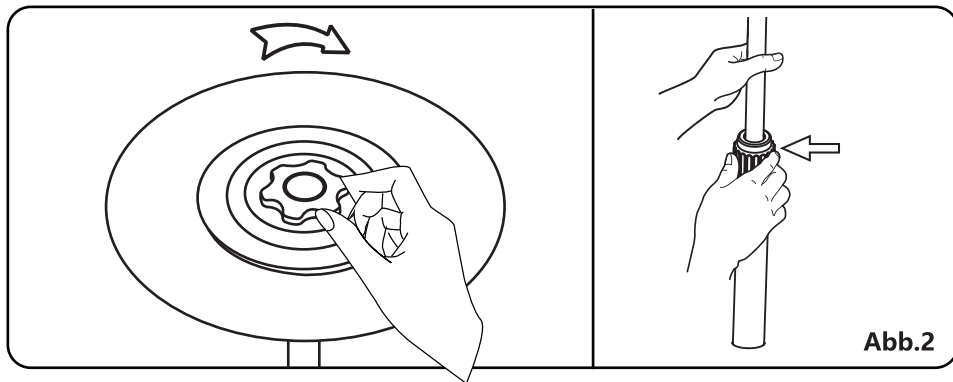

Abb.2
3. Ziehen Sie die große Mutter des Fußes an.(Abb. 2)